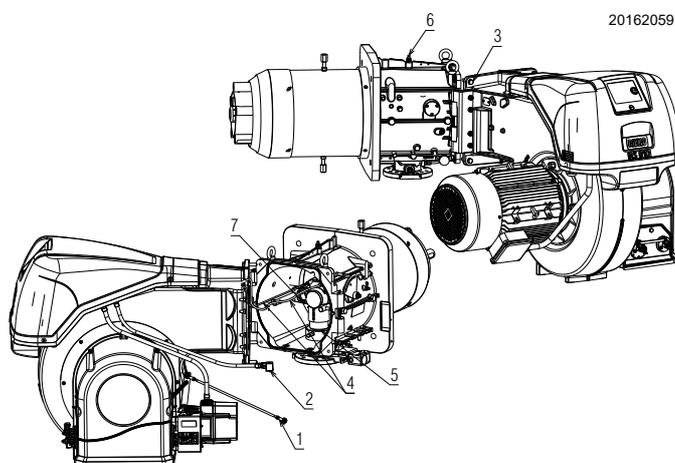

Abb. 16
- Den Zuganker 1)(Abb. 16) des Hebels zum Bewegen der Gasdrossel aushaken, indem die Mutter entfernt wird.
- Den Brenner an der Scharniereinheit wie in der Abb. 16 gezeigt öffnen.